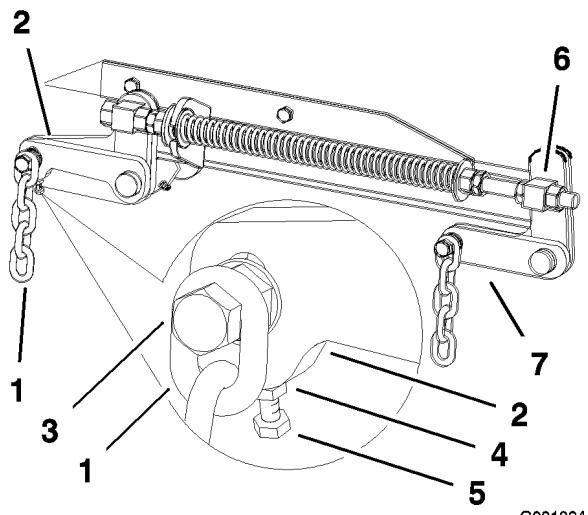

Figure 60
8. Desserrez l'écrou de blocage sous le bras de support arrière et agissez sur le boulon de réglage de manière à obtenir une distance de 79 à 83 mm (Figure 60).